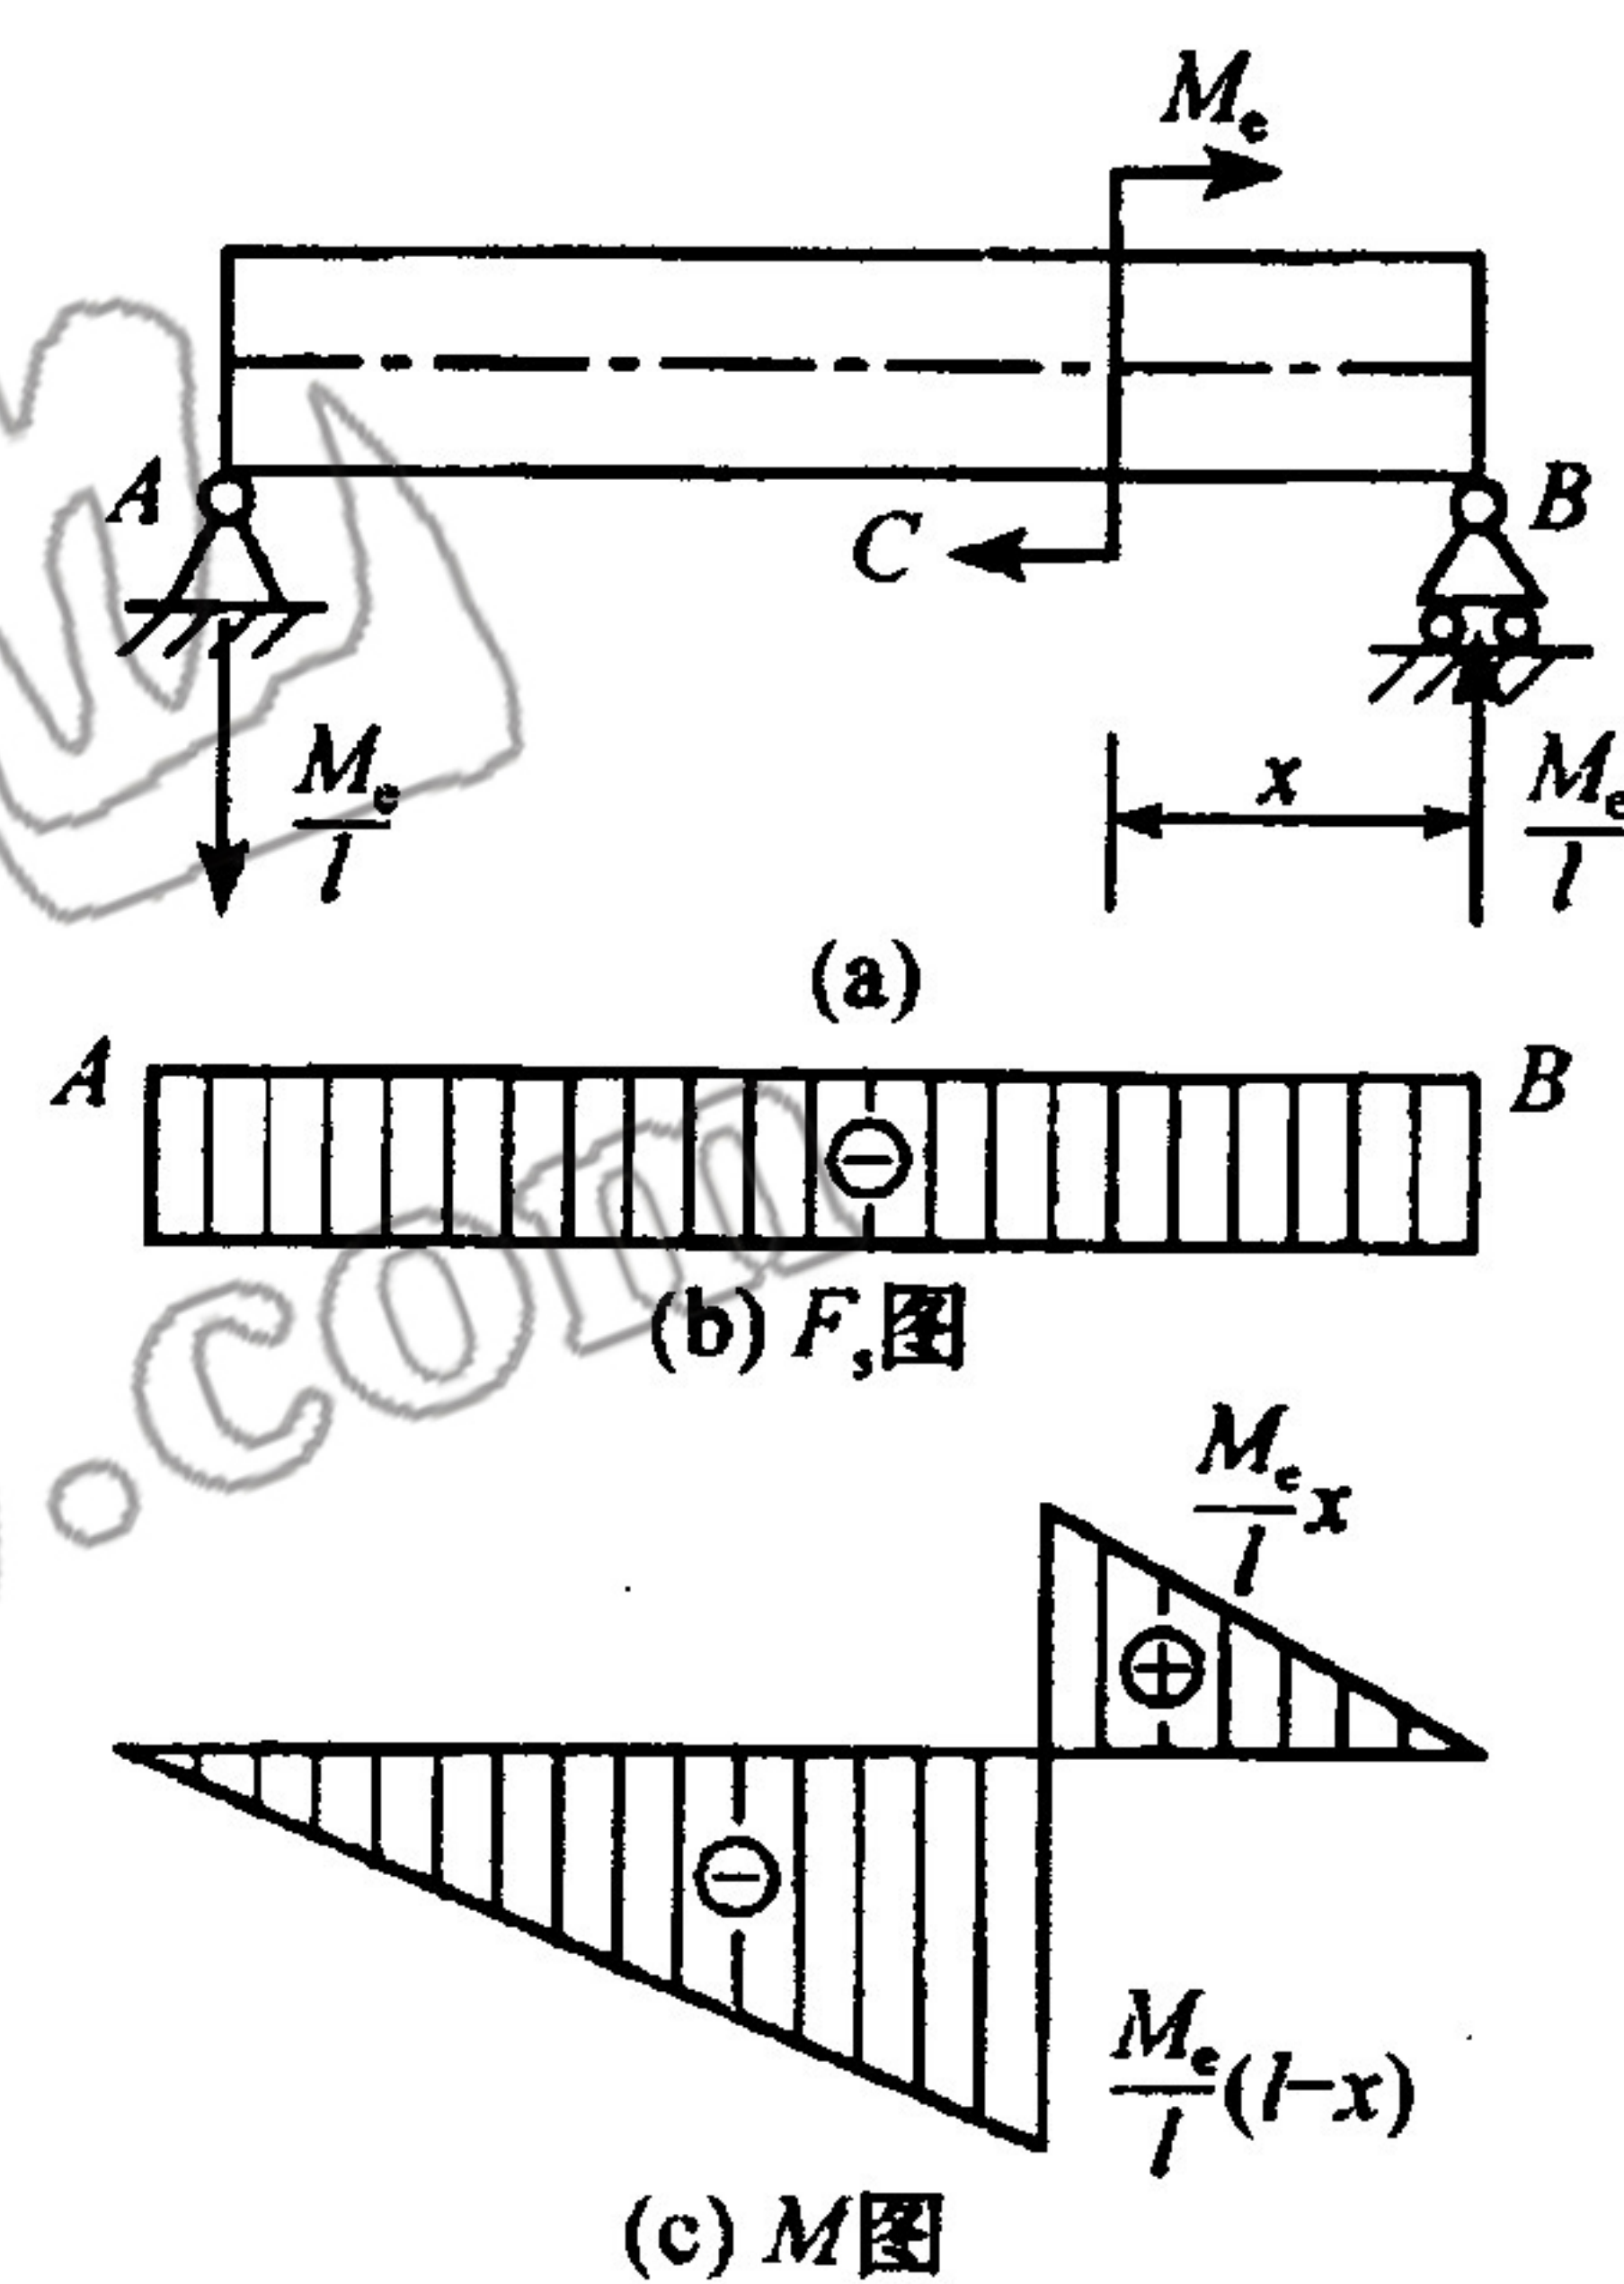
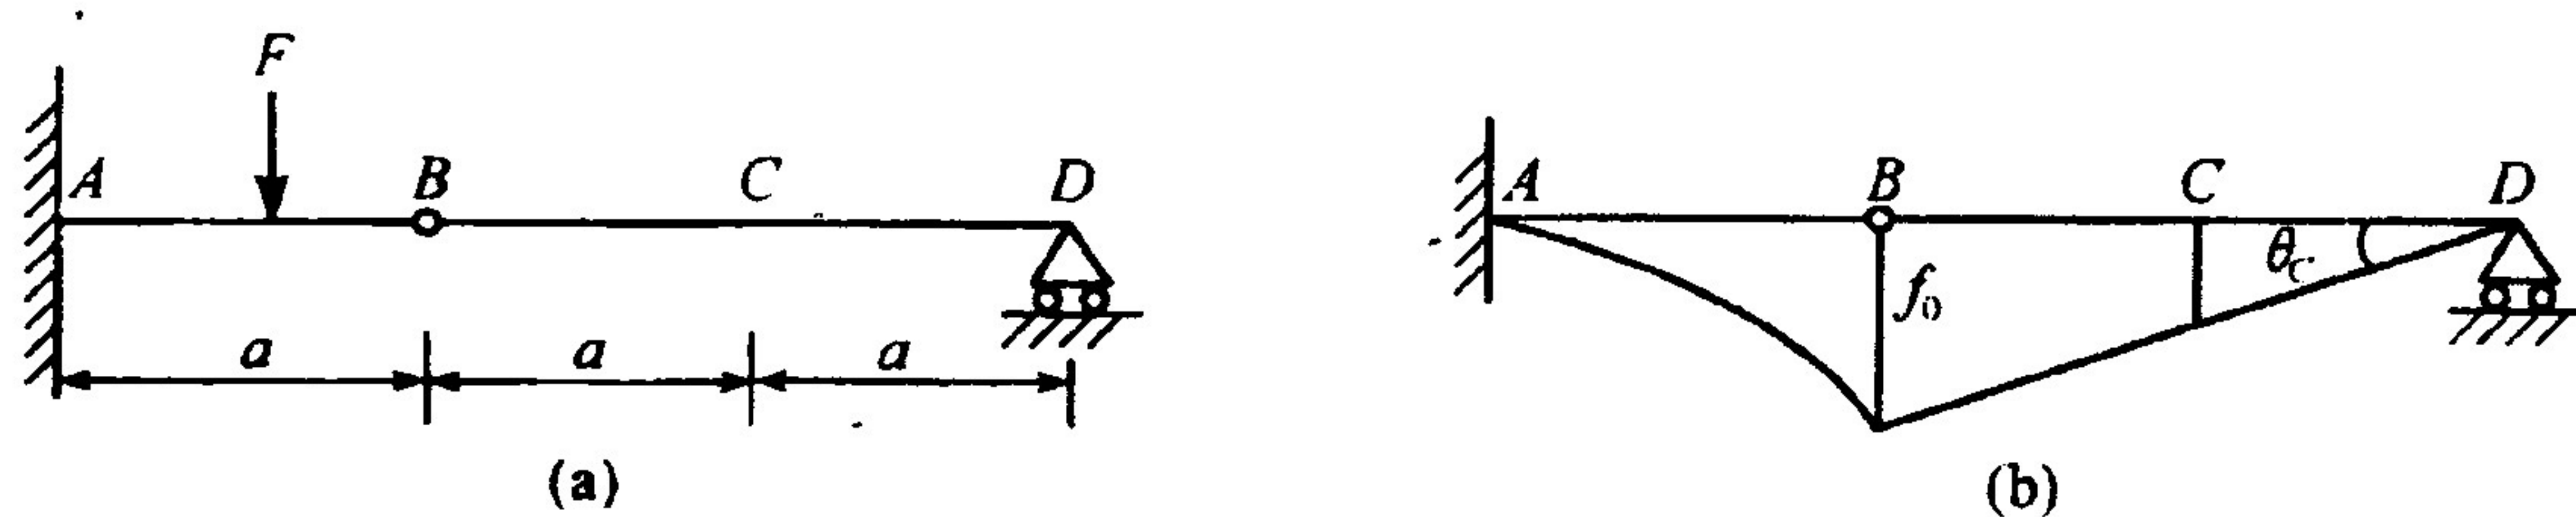

图 7.4
图 7.6
6. 图 7.4 所示矩形截面简支梁承受集中力偶  $M_e$ , 当集中力偶  $M_e$  在  $CB$  段任意移动,  $AC$  段各个横截面上的( )
8. 图 7.6 所示静定梁,若已知截面 B 的挠度为  $f_0$ , 则截面 C 的挠度  $f_C$  和转角  $\theta_C$  分别为( )
6. (A) 设 AB 梁长为  $l$ ,  $M_e$  距 B 支座为  $x$ , 作弯矩图如图 7.4(b) 在  $M_e$  作用面突变值为  $\frac{M_e}{l}x + \frac{M_e}{l}(l-x) = M_e$ , 整个梁上剪力大小相同(图 7.4(b))故最大切应力不变( $\tau_{\max} = \frac{F_s S_{\max}^*}{I_z b}$ ), 当  $x$  越小时, 负值弯矩越大,  $\sigma_{\max} = \frac{M_{\max}}{W}$  中最大正应力将增大, 故选 A。
7. (D) 当悬臂梁上受均布载荷  $q$  作用时, 其端部的转角为  $\frac{ql^3}{6EI}$ , 图示情形只需将  $l_1 = \frac{l}{3}$ ,  $l_2 = \frac{2l}{3}$  代入即得  $\theta_{B1} = \frac{ql^3}{27 \times 6EI}$ ,  $\theta_{B2} = \frac{8ql^3}{27 \times 6EI}$ , 故  $\theta_{B2}/\theta_{B1} = 8$ , 选 D。
8. (B) 作变形后挠曲线如图 7.6(b) 所示, 由比例关系知  $f_c = \frac{1}{2}f_0$ , BCD 段转过的角度即为  $\theta_c = \frac{f_0}{2a}$ , 故选 B。
9. (B) 将单元体旋转, 则为已知  $\sigma_x = \sigma_y = 0$ ,  $\tau_{xy} = -\tau_0$ ,  $\tau_{yx} = \tau_0$ ,  $\alpha = 45^\circ$ , 则